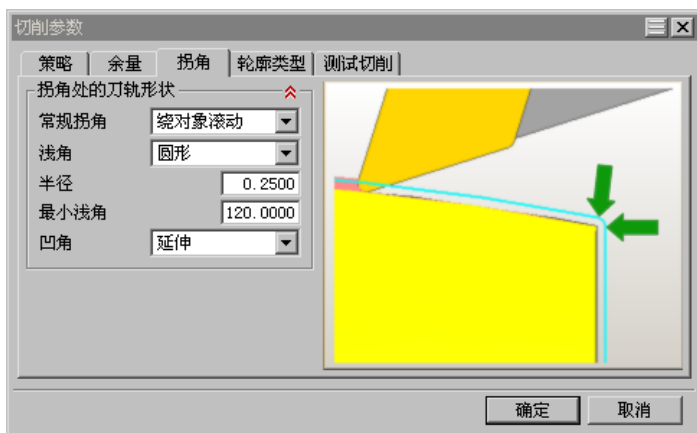

图 9.18 “拐角”选项卡
Step2. 选择 **拐角** 选项卡，设置图 9.18 所示的参数。